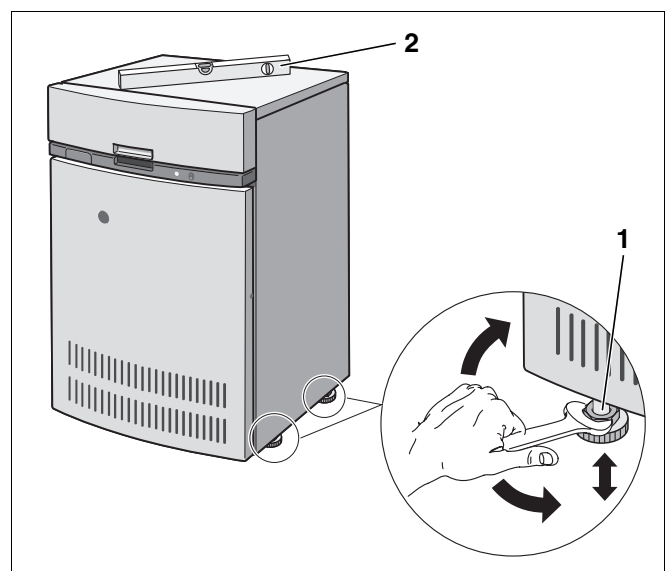

Abb. 7 Heizkessel mit Fußschrauben ausrichten
- Drehen Sie je nach Bedarf die Fußschrauben (Abb. 7, **Pos. 1**) herein oder heraus, um den Heizkessel in der Waagerechten und Senkrechten mit Hilfe einer Wasserwaage (Abb. 7, **Pos. 2**) auszurichten.